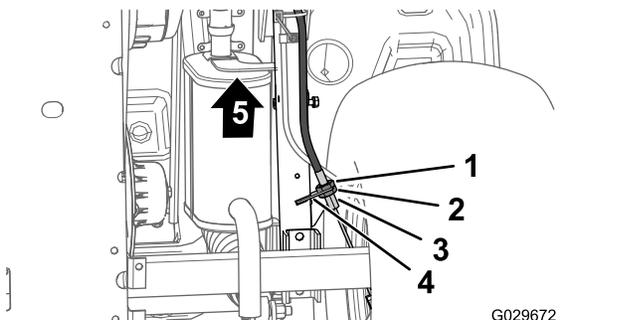

図 67
3. 機体の下側で、駐車ブレーキケーブルのねじ山付きアジャスタの後ジャムナットを4回転ゆるめる 図 67。
4. 前側ジャムナットを締める 図 67。
- A. ブレーキケーブルのねじ山付きアジャスタの前ナット 図 67 を1回転ゆるめる。
- B. 後側ジャムナット 図 67 を締める。
- A. ブレーキケーブルのねじ山付きアジャスタの後ナット 図 67 を1回転ゆるめる。
- B. 前側ジャムナットを締める 図 67。